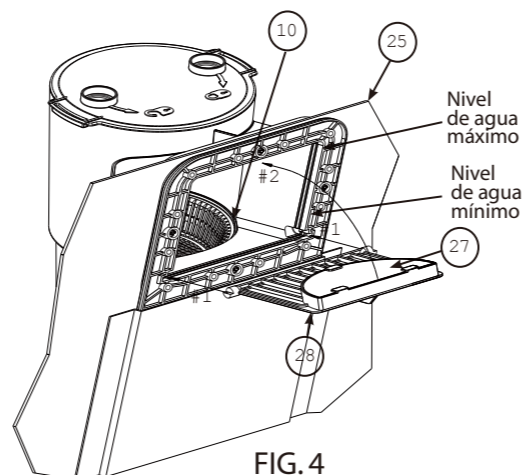

FIG. 4
E. Coloque el Cartucho del Filtro (9) y la Canasta del Colador (10) de vuelta dentro del Contenedor de Nata (8). Es importante que el Cartucho del Filtro (9) se deslice sobre la Tuerca de la Bomba (7) y selle el fondo del contenedor para que la Canasta del Colador (10) selle en la ranura interior del Contenedor, vea FIG.4. Coloque la Tapa de Seguridad (11) sobre el Contenedor de Nata (8) y asegúrelo en su lugar girando en sentido del reloj hasta que esté seguro. Presione el cojín de Espuma del Vertedero (27) dentro del Vertedero (28) y debajo de las lengüetas, para sostenerlas en su lugar. Tome el Vertedero (28) y deslícelo dentro de las ranuras dentro de la alberca. Vea FIG.4. Una vez que el Vertedero está dentro de las ranuras, láncelas como se muestra por la Flecha #2 en FIG.4, para asegurarlas en su lugar. **NOTA;** el vertedero **SOLAMENTE** puede ser empujado dentro de las ranuras como se muestra por las Flechas #1 en FIG.4, sosteniéndolo horizontal. Asegúrese de que el vertedero se mueve libremente a través de la abertura; si no, cuidadosamente retire cualquier material que obstruya para permitir que el Vertedero se mueva libremente.
F. Después de que la alberca esté llena, VEA (NIVEL DE AGUA, FIG.4), revise las conexiones de la manguera y accesorios para asegurarse de que no haya fugas de agua. Si encuentra alguna fuga, vea #4 en la guía de Resolución de Problemas en página #9.